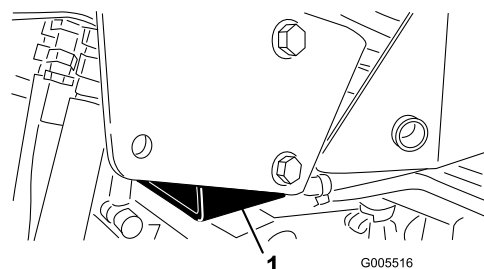

Figura 38
- Lado direito - debaixo do suporte de apoio do sistema de protecção anti-capotamento (ROPS) (Figura 38)